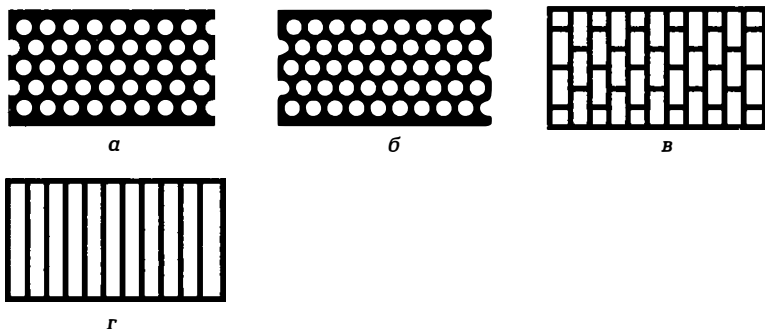

Рис. 4.4. Типы цветоделительных масок ЭЛТ:
В зависимости от расположения электронных пушек и конструкции цветоделительной маски (рис. 4.4) различают ЭЛТ четырех типов:
- ЭЛТ с теневой маской (*Shadow Mask*) (рис. 4.4, а) наиболее распространены в большинстве мониторов, производимых LG, Samsung, Viewsonic, Hitachi, Belinea, Panasonic, Daewoo, Nokia;
- ЭЛТ с улучшенной теневой маской (*EDP — Enhanced Dot Pitch*) (рис. 4.4, б);
- ЭЛТ со щелевой маской (*Slot Mask*) (рис. 4.4, в), в которой люминофорные элементы расположены в вертикальных
- ЭЛТ с апертурной решеткой из вертикальных линий (*Aperture Grill*) (рис. 4.4, г). Вместо точек с люминофорными элементами трех основных цветов апертурная решетка содержит серию нитей, состоящих из люминофорных элементов, выстроенных в виде вертикальных полос трех основных цветов. По этой технологии производятся трубки Sony и Mitsubishi.